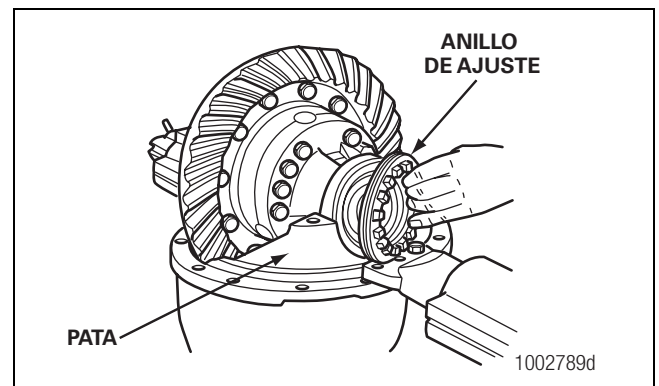

Figura 5.33
7. Instale los anillos de ajuste del cojinete entre las patas del portador. Apriete a mano los anillos de ajuste contra las copas del cojinete. Figura 5.33.